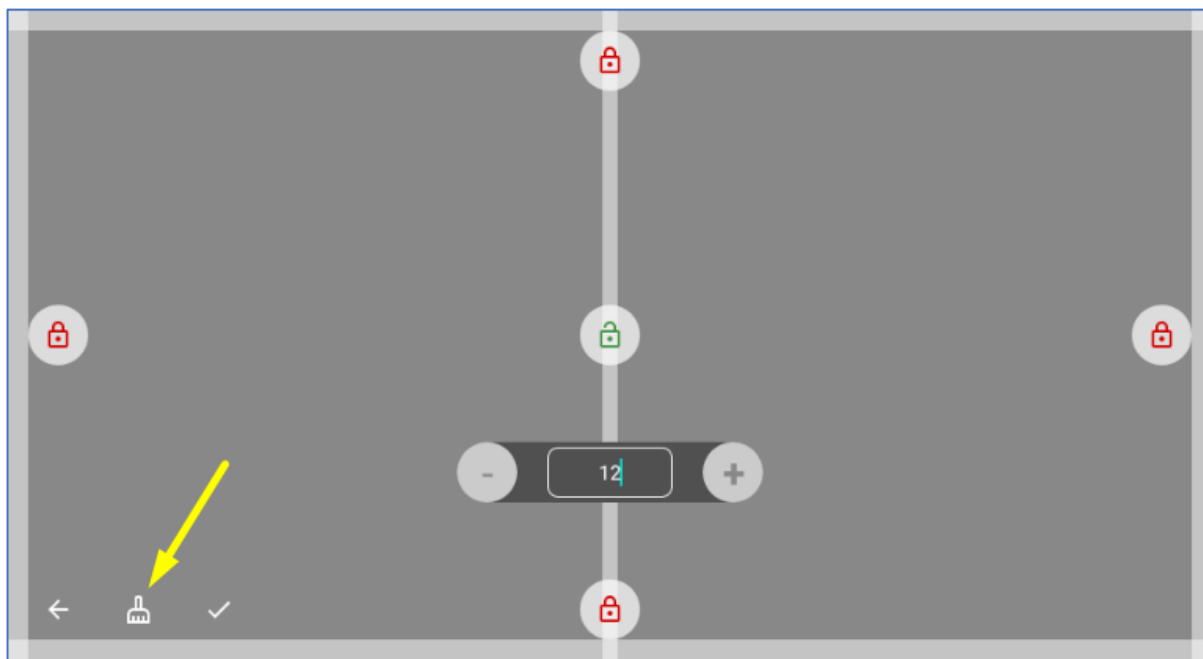

рис. 6.5. Изменение значений/сброс отступов
- Для сброса всех отступов к стандартным размерам используйте кнопку « (очистить)» (рис. 6.5).